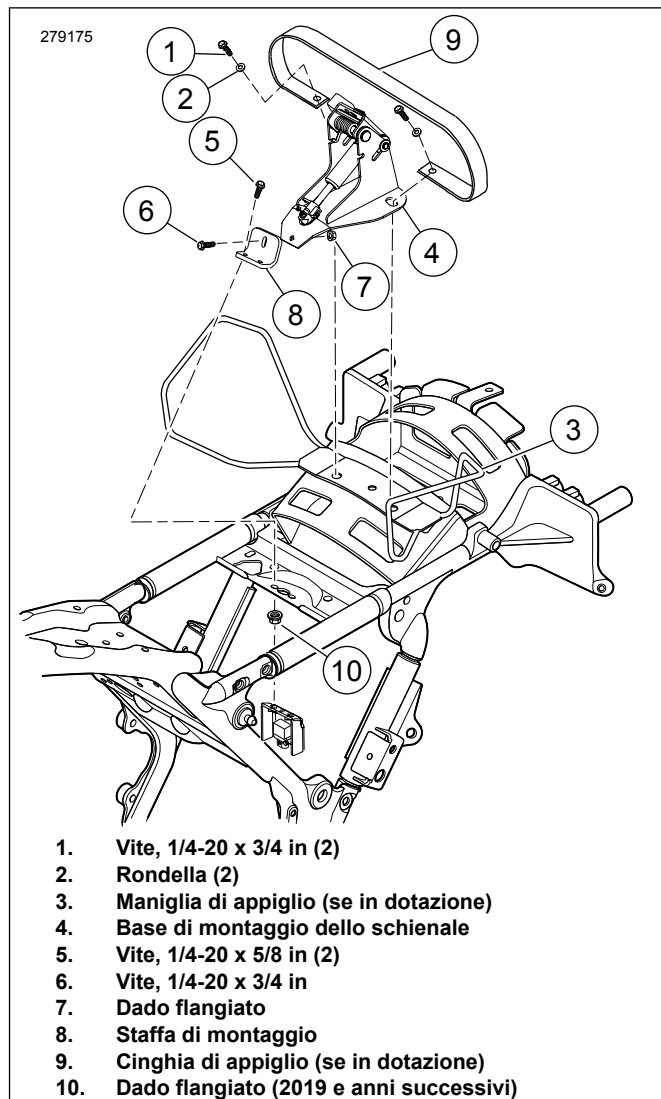

Figura 3. Installazione della base di montaggio dello schienale
3. Figura 3 Installare la staffa di montaggio (8) sulla relativa base (4) con la vite (6) e il dado flangiato (7). Serrare la vite.
4. Figura 3 Installare la staffa di montaggio anteriore (8).